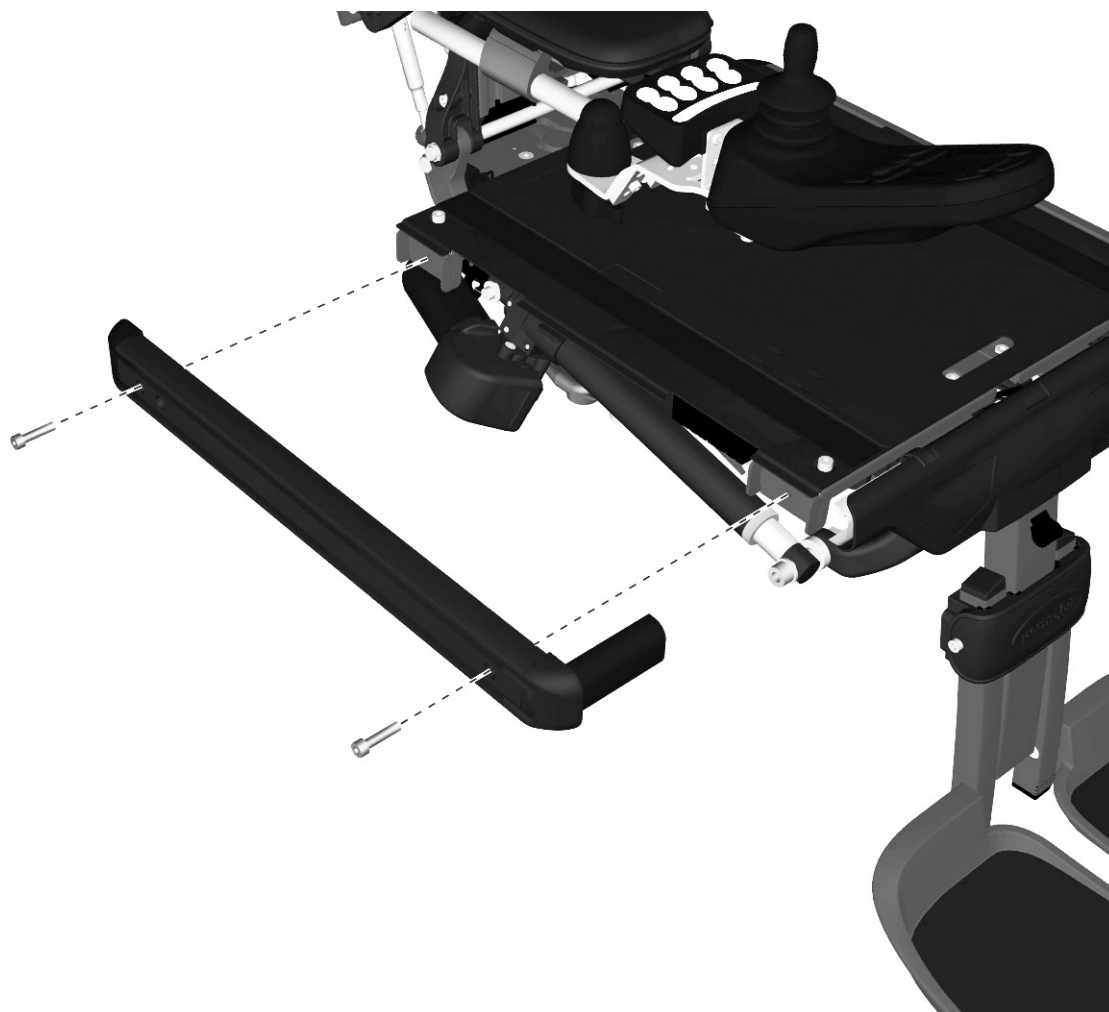

Abbildung 152. Die UniTrack-Schiene ist mit zwei Schrauben montiert.
1. Die vier Schrauben abmontieren, die die Schiene halten. Siehe Abbildung. 152.
1. UniTrack-Schiene mit zwei Schrauben montieren. Siehe Abbildung. 152. Schrauben mit Drehmomentschlüssel festziehen.